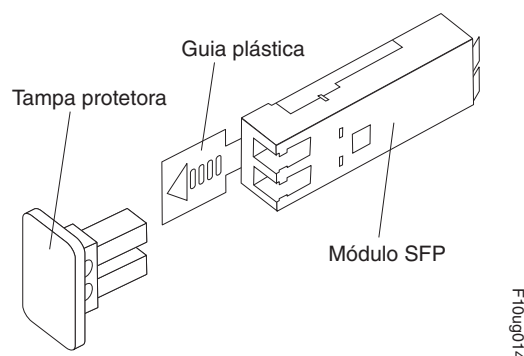

Figura 19. Módulo SFP (Small Form-Factor Pluggable)
2. Remova a tampa protetora do módulo SFP, conforme mostrado na Figura 19. Guarde a capa protetora para utilização futura.